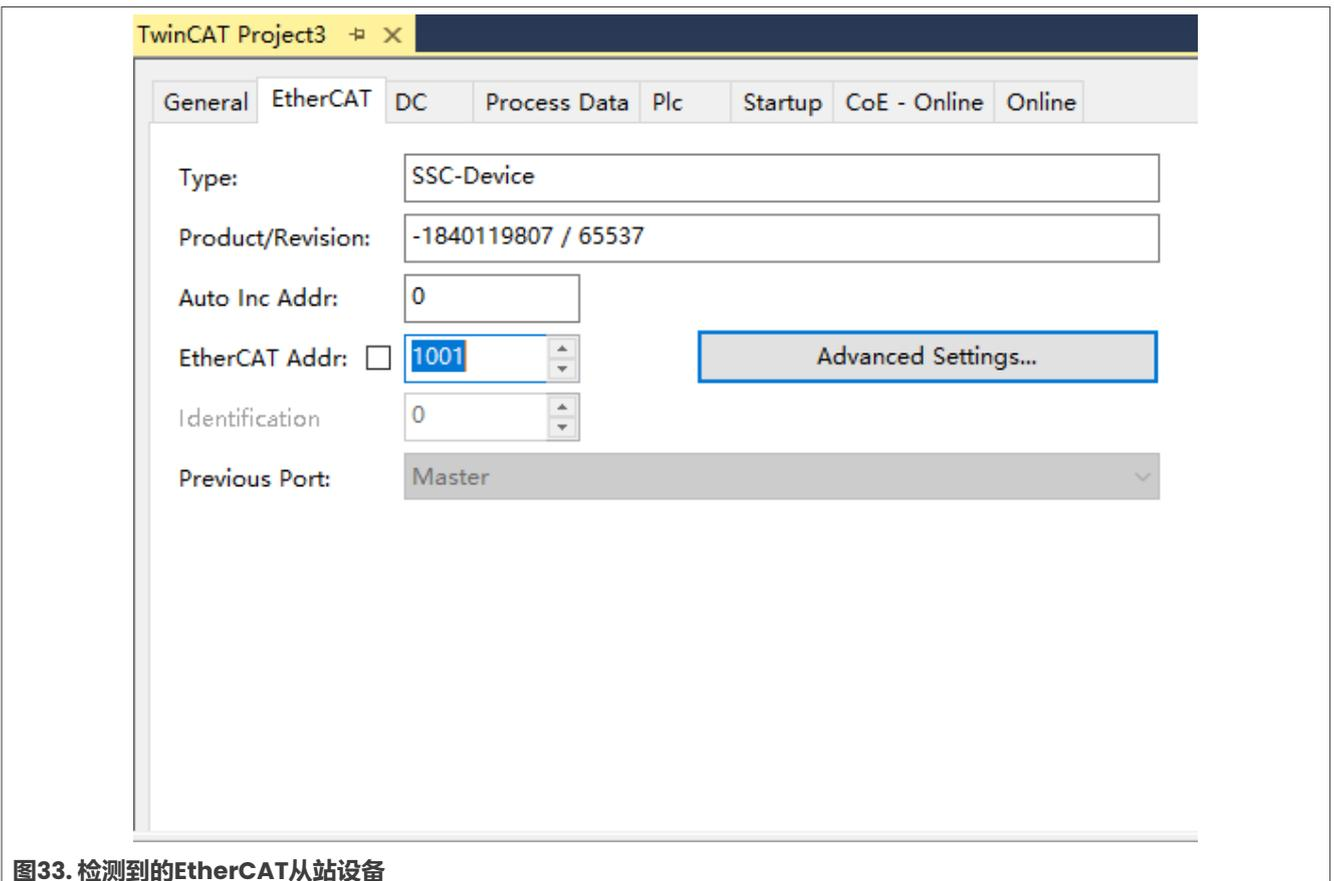

图33. 检测到的EtherCAT从站设备
1. 单击**Box 1**，并在EtherCAT窗格中选择**Advanced Settings**，如图33所示。